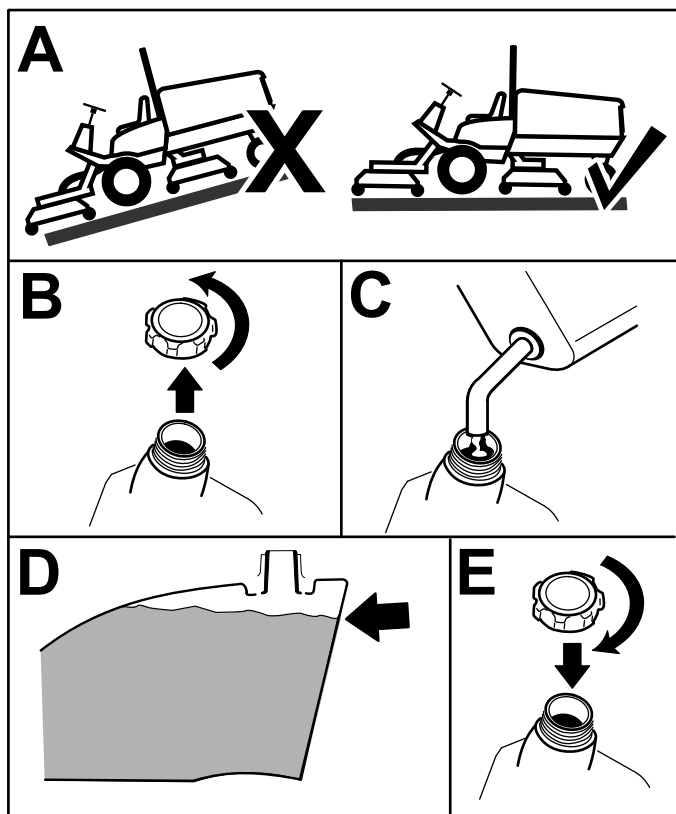

Figura 18
1. Estacione a máquina numa superfície plana (Figura 18).
2. Retire a tampa do depósito de combustível (Figura 18).
3. Adicione combustível, até que o nível se encontre entre 6 a 13 mm abaixo da extremidade inferior do tubo de enchimento (Figura 18).
4. Aperte novamente a tampa no depósito de combustível após o seu enchimento (Figura 18).